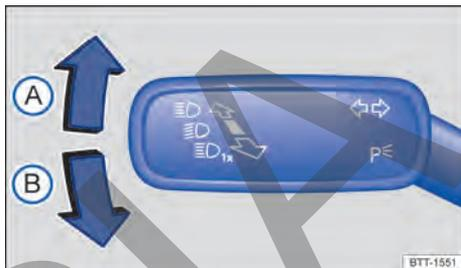

Fig. 84 En el lado izquierdo de la columna de dirección: palanca de los intermitentes y de la luz de carretera.
- Mueva la palanca de los intermitentes y de la luz de carretera desde la posición central a la posición deseada → fig. 84:
- (A) Se conecta el intermitente derecho ➔.
- (B) Se conecta el intermitente izquierdo ➔.